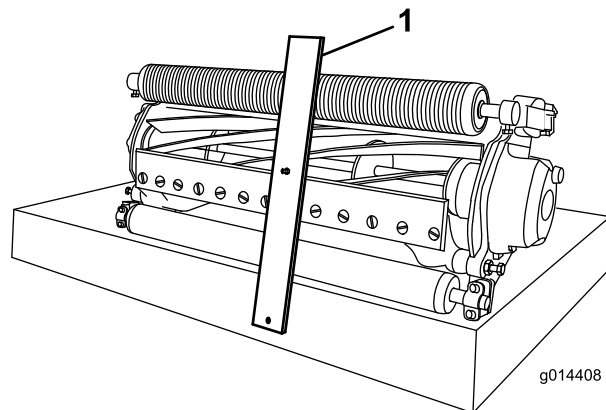

図 11
3. ゲージバーのネジ頭を下刃の先端に引っ掛け、バーの後端をローラの後部に当てがう (図 11)。